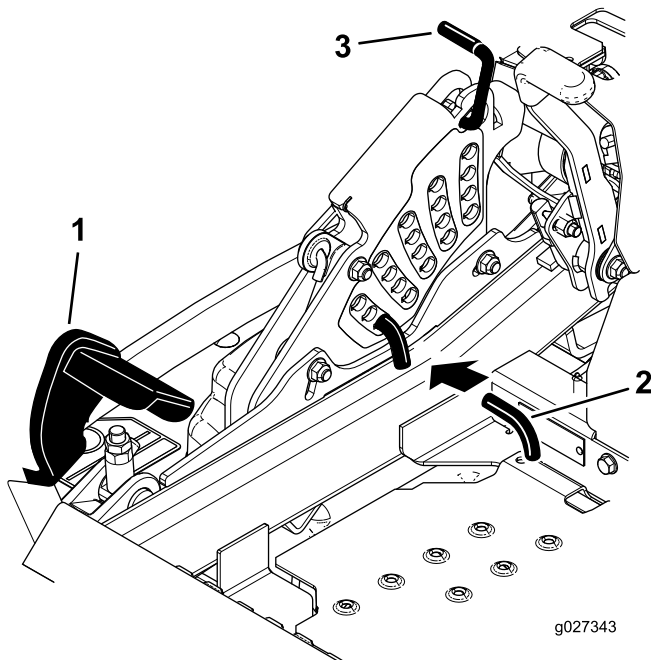

Figura 25
2. Pise el pedal de elevación de la carcasa y eleve la carcasa a la posición de transporte (que es también la posición de altura de corte de 140 mm (5½")); consulte Figura 25.
3. Para ajustar la altura de corte, gire el pasador 90 grados y retire el pasador del soporte de altura de corte (Figura 25).
4. Seleccione el taladro del soporte de altura de corte que corresponde a la altura de corte deseada, e inserte el pasador (Figura 25).